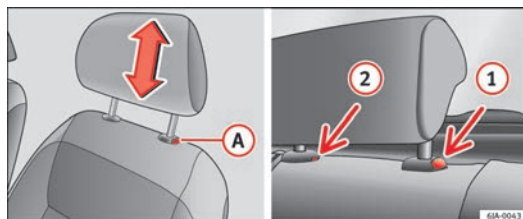

Fig. 73 Apoyacabezas: ajuste / desmontaje del apoyacabezas
- Para bajar el apoyacabezas, mantenga presionada con una mano la tecla (A) ⇒ fig. 73 y empuje con la otra mano hacia abajo.
- Pulse el seguro (A) ⇒ fig. 73 y extraiga el apoyacabezas.
- Pulse el seguro (1) ⇒ fig. 73, pulsando a la vez con un destornillador plano de 5mm de anchura max. el seguro en el orificio (2) y retire el apoyacabezas.